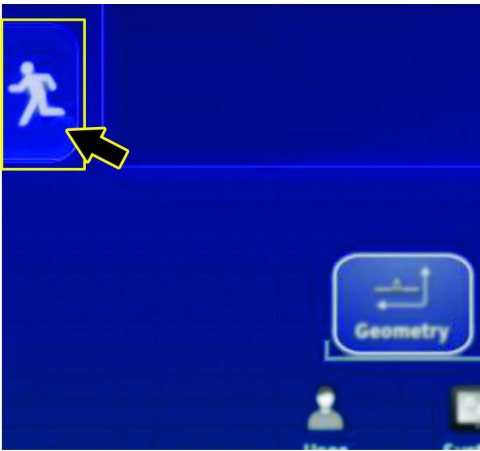

Figure 196
3. Appuyez sur l'icône QUITTER CONFIGURATION (Figure 196).